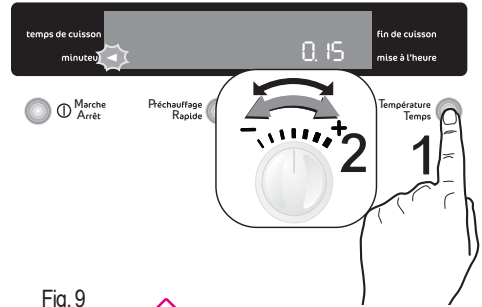

Fig. 9
1. Appuyez sur la touche "Température / Temps" pour sélectionner la fonction "Minuteur" (Fig. 9). Le voyant "minuteur" ► clignote et «0.00» s'affiche.